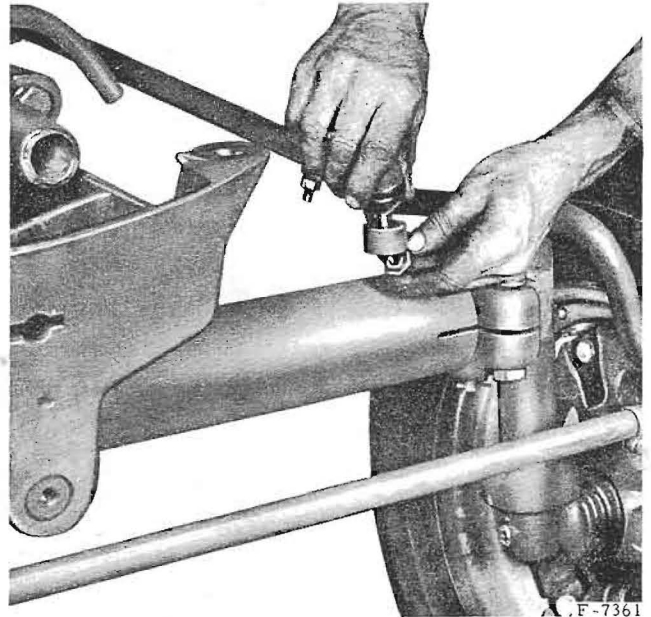

Fig. 5 - Démontage de la rotule.
- 6) Dévisser l'écrou à créneaux de la rotule reliant la barre d'accouplement à la bielle de pilier de roue après avoir retiré la goupille fendue (fig. 5).